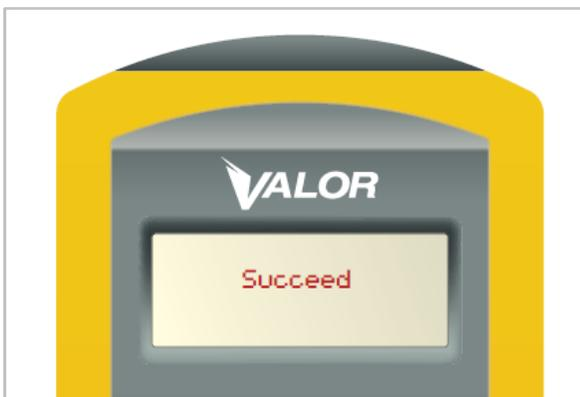

Figura 20
1. Una vez que el SmarTool ha terminado de hacer la transmisión al CANBUS de Valor, en la pantalla aparecerá la palabra "Succeed." (Figura 20)